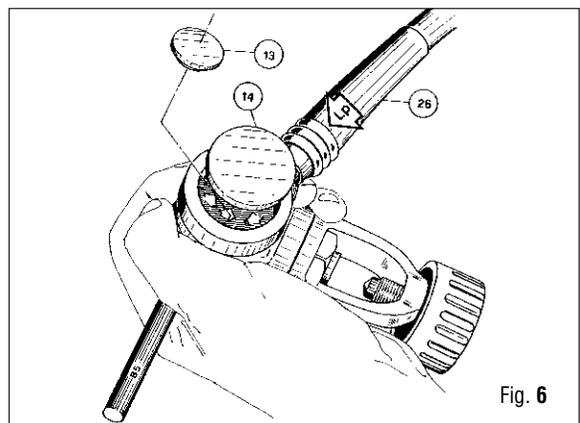

Fig. 6
11. Introduciendo aire a baja presión (menos de 7 bar) a través de la manguera (26) quitar la membrana (14) y el disco de empuje (13). (Fig. 6)